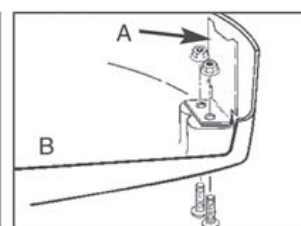

Рис. 19
1. Извлеките нож (A) из защиты триммерной головки (B) (Рис. 19)